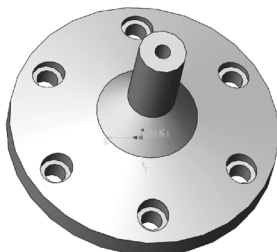

图 7-18 阵列的图形
6) 确认表格驱动阵列特征。单击“由表格驱动的阵列”对话框中的“确定”按钮，结果如图 7-18 所示。